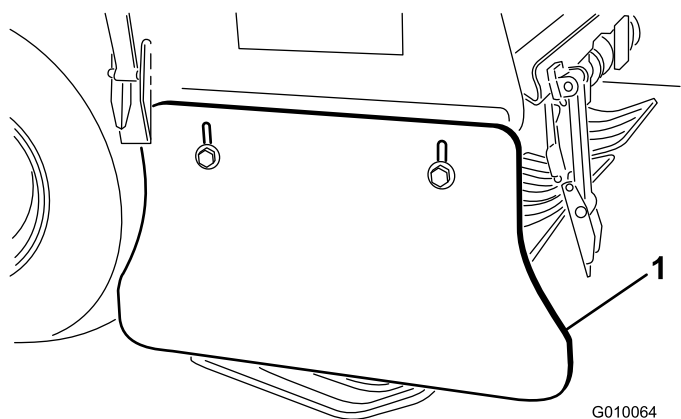

Figura 63
1. Allentate i bulloni e i dadi di fissaggio del deflettore laterale al telaio (Figura 63).